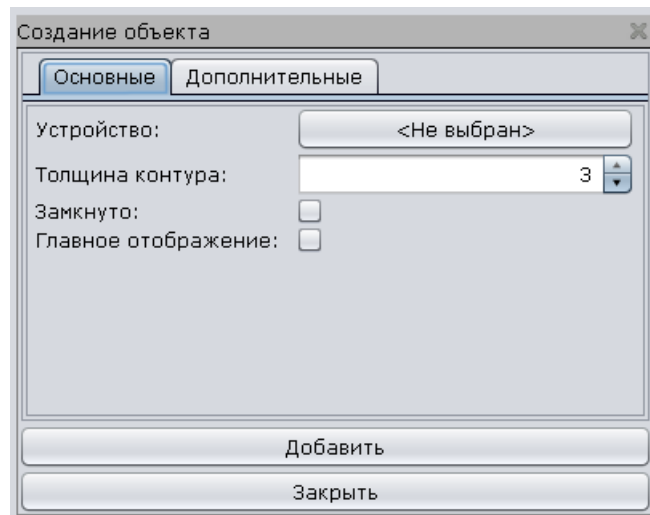

Рис. 140
2) в открывшемся окне «Создание объекта» (Рис. 140) в поле «Устройство» нажать на кнопку «Не выбран» и в открывшемся окне «Выбор устройства» указать устройство (см. п. 14.6.1, перечисление 2);